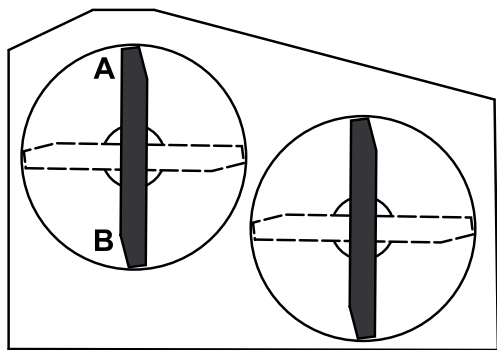

Figure 58
- Tournez une lame dans le sens longitudinal. Mesurez la distance aux points **A** et **B** entre une surface plane et le bord coupant des pointes des lames (Figure 58).